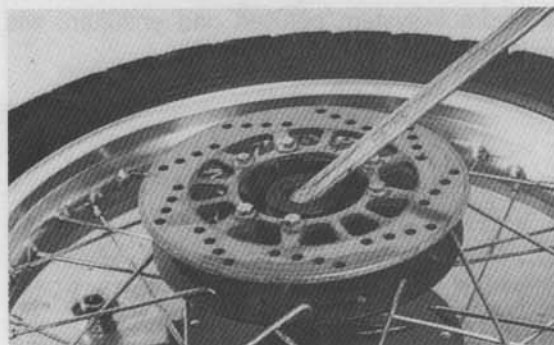

Bild 201
- Wellendichtringe aushebeln (Bild 201).